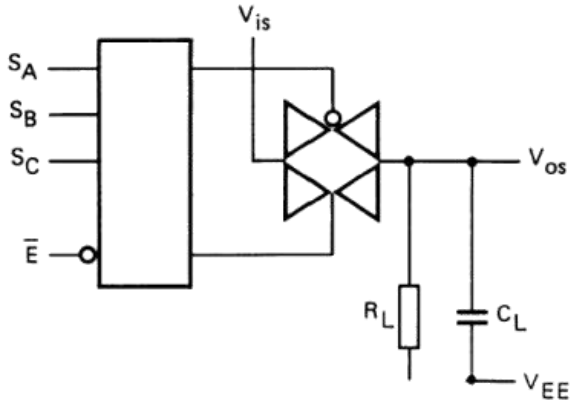

图 3
1. R_L=10KΩ到 V_{EE}; C_L=50pF 到 V_{EE}; E⁻=V_{SS}; Vis=V_{DD}(方波); 如图 3 所示
2. R_L=10KΩ; C_L=50pF 到 V_{EE}; E⁻=V_{SS}; S_n=V_{DD}(方波); Vis=V_{DD} 和 R_L 到 V_{EE} 用来测量 t_{PLH}; Vis=V_{EE} 和 R_L 到 V_{DD} 用来测量 t_{PHL}; 如图 3 所示
3. R_L=10KΩ; C_L=50pF 到 V_{EE}; E⁻=V_{DD}(方波); Vis=V_{DD} 和 R_L 到 V_{EE} 用来测量 t_{PHZ} 和 t_{PZH}; Vis=V_{EE} 和 R_L 到 V_{DD} 用来测量 t_{PLZ} 和 t_{PZL}; 如图 3 所示
6. R_L=10KΩ到 V_{EE}; C_L=15pF 到 V_{EE}; E⁻ 或 S_n=V_{DD}(方波); 干扰是 |Vos| (峰值); 如图 3 所示